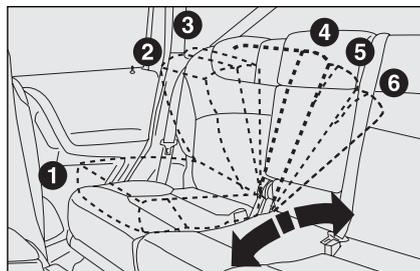

fig. 16
- placer le siège arrière coulissant en position tout à fait arriérée et avec le dossier réglé à la 4ème position, comme illustré sur la fig. 16.
- placer le siège arrière coulissant en position tout à fait arriérée avec le dossier réglé à la 4ème position, comme illustré dans la **fig. 16**;